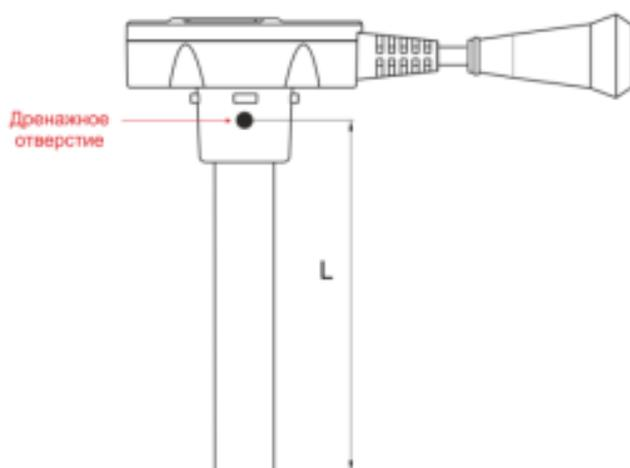

Рисунок 2 - Определение длины измерительной части
- 3) Измерить длину трубок измерительной части датчика L (мм) от конца до дренажного отверстия (Рисунок 2);